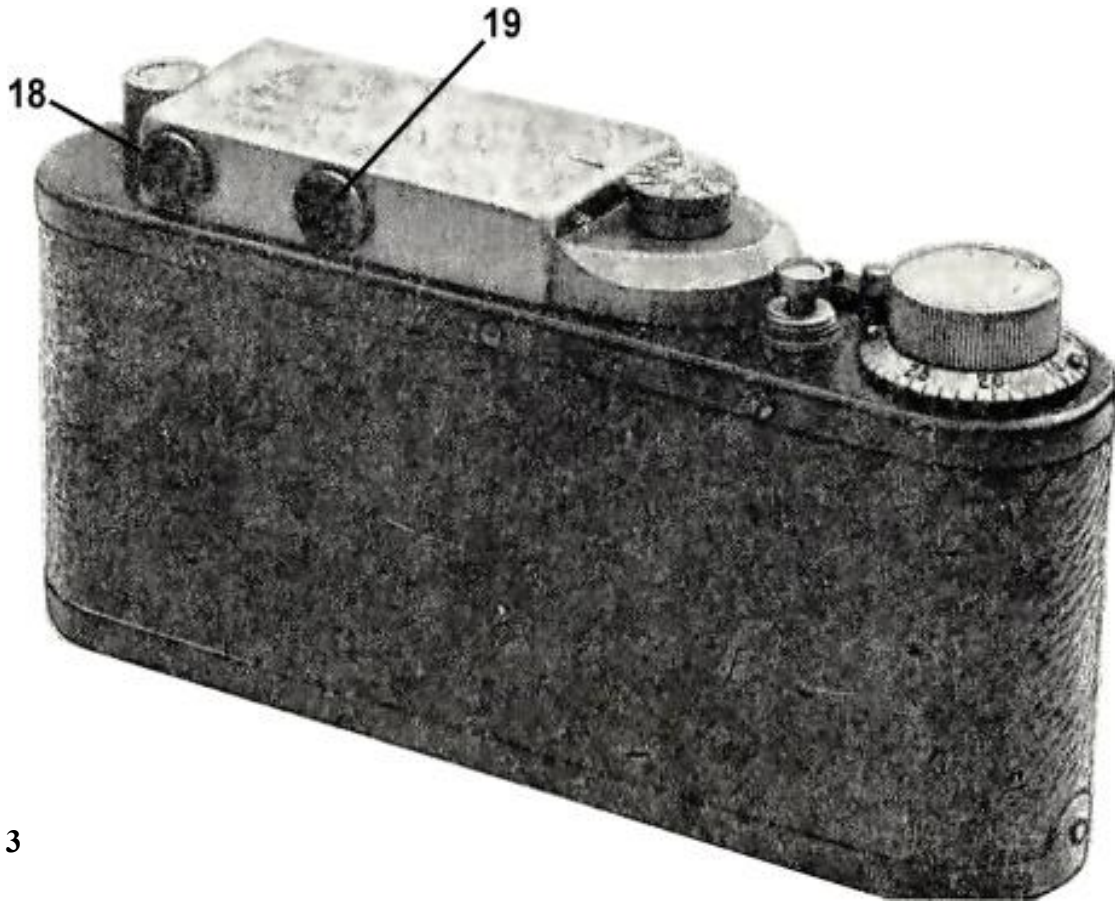

Рис. 3
*Объектив – Б* состоит из оптической системы (10) и механической части, состоящей: из корпуса (11), кольца с накаткой и шкалой диафрагмы (12), выступа подвижного кольца диафрагмы с рисккой (13), ведущего кольца со шкалой глубин резкости (14), рычагом с головкой (15) и крепежного кольца объектива (16), с нанесенной на нем шкалой дальности.
На задней стороне аппарата (рис. 3) на коробке дальномера расположены: прицельное окно дальномера (28) и глазок видоискателя (19).